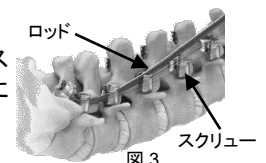

図 3
3) ロッドの固定(図 3)
スクリューをガイドワイヤーに沿って骨内に進めていき、適切な位置でガイドワイヤーを抜く(図3)。